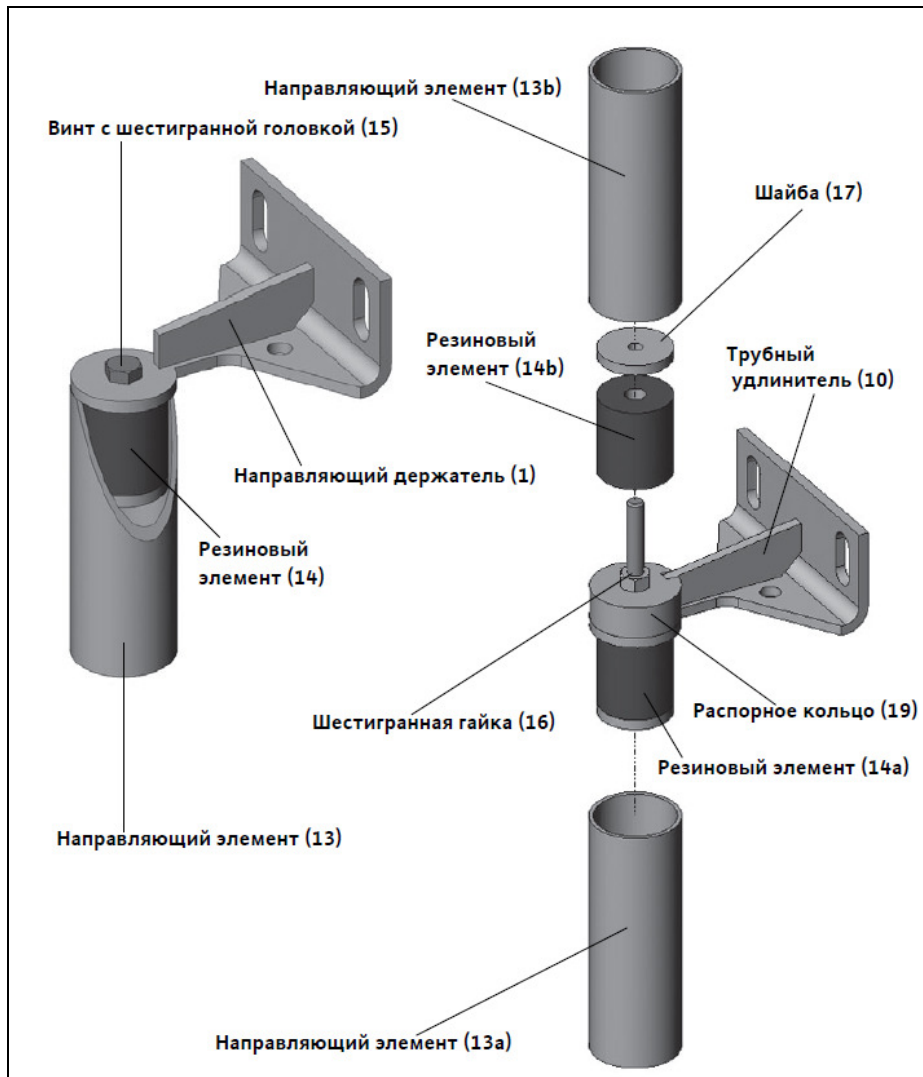

Рис. I-4: Фиксация направляющих элементов
- Направляющий элемент (13, рис. I-4) фиксируется резиновым элементом (14) на соответствующем креплении направляющего элемента.
- В направляющем держателе (1) резиновый элемент (14) сжимается путем вращения винта с шестигранной головкой (15).
- В трубном удлинителе (10) нижний направляющий элемент (13а) фиксируется нижним резиновым элементом (14а). Он сжимается шестигранной гайкой (16).
- Верхний направляющий элемент (13b) фиксируется верхним резиновым элементом (14b). После того, как был зафиксирован нижний направляющий элемент (13а), устанавливается верхний резиновый элемент (14b), который сжимается шайбой (17). Сожмите верхний резиновый элемент (14b) настолько, чтобы верхний направляющий элемент (13b) мог быть жестко вставлен на крепление.